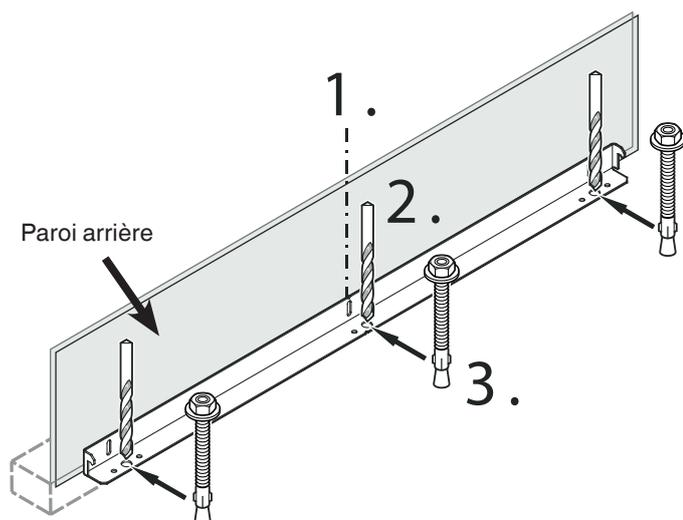

Figure 4
## Montage du dispositif anti-basculement sur un sol en béton - figure 4 - 5
2. Percer des trous de 10 mm de diamètre dans les positions représentées à la **figure 4** en utilisant un foret au carbure. La profondeur des trous doit être supérieure à la longueur totale des tirants. Nettoyer les trous après le perçage.